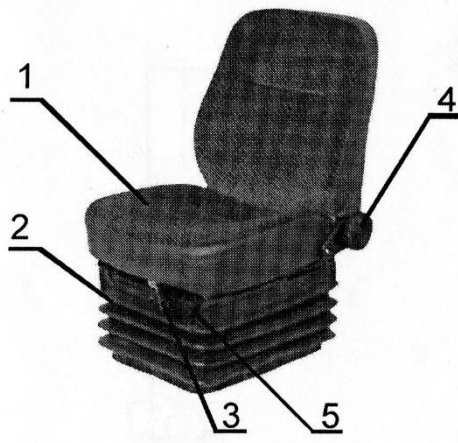

Рис. 16 Сиденье водителя
- По массе водителя производится вращением рукоятки (3). Зафиксируйте собачку рукоятки и вращении рукоятки затяните пружину (регулируется на большую массу), или отпустите пружину - на меньшую массу. (рис. 16).